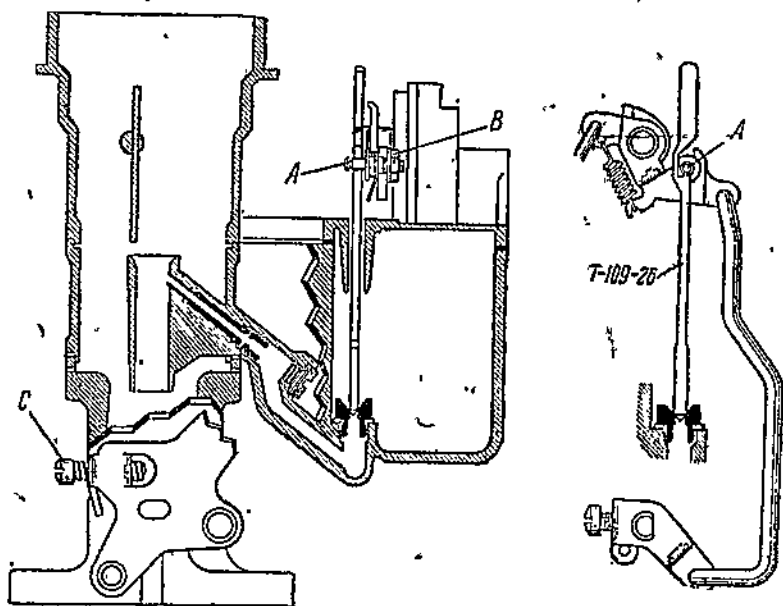

Рис. 47. Регулировка привода калиброванного стержня шаблоном
1. Вывернуть из рычага дросселя упорный винт С (рис. 47) так, чтобы дроссель мог устанавливаться в плотно закрытое положение.
1. Отвинтить упорный винт С (см. рис. 47) до положения, при котором станет возможным плотное закрытие дросселя.